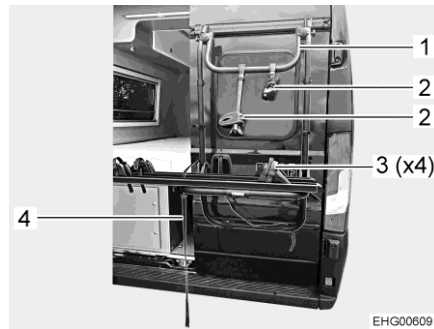

Bild 3 Fahrradträger
- Verschlussriemen (Bild 3,4) öffnen.
- Fahrrad auf Schiene setzen und mit Haltearm (Bild 3,2) am Haltebügel (Bild 3,1) befestigen.
- Vorderrad und Hinterrad des Fahrrads jeweils mit Spannbänder (Bild 3,3) an der Radschiene befestigen.
- Verschlussriemen (Bild 3,4) schließen.